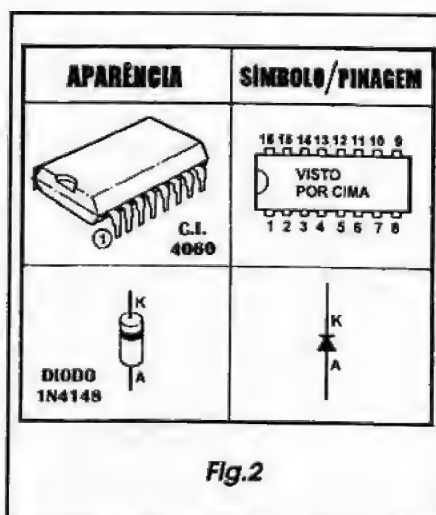
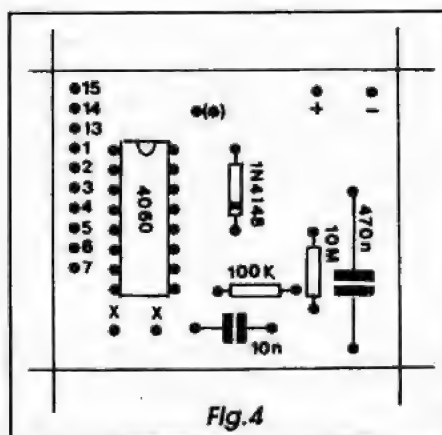

Fig. 2
Fig.4
- FIG. 2 - PRINCIPAIS COMPONENTES DA MONTAGEM - Como as *lições* (incluindo a PRÁTICA...) do AB-CDE constituem uma *ilha* especial dentro de APE, excepcionalmente mostramos aqui detalhes bem *mastigadinhos* sobre os componentes principais das montagens, principalmente no que diz respeito às suas aparências, pinagens, símbolos, identificações de polaridades das *pernas*, etc. Os dois únicos componentes polarizados da montagem são o Integrado 4060 e o diodo 1N4148, ambos mostrados com os referidos detalhes, na figura...
- FIG. 4 - CHAPEADO DA MONTAGEM - sobre o lado não cobreado da placa (mostrado no diagrama, em escala 1:1...) ficam praticamente todos os componentes do circuito (menos a alimentação, o interruptor e o transdutor...), conforme arranjo claramente estilizado na figura... Observar, principalmente, a orientação do integrado e do diodo, componentes *polarizados* (rever, se preciso, a FIG. 2). Já quanto aos resistores e capacitores comuns (não polarizados), o único requisito é que tenham seus valores corretamente *lidos* antes da sua colocação na placa, de modo que não ocorram trocas de lugar... Quanto a tais procedimentos, o leitor/aluno que ainda tiver dúvidas pode recorrer ao TABELÃO APE... Terminadas as soldagens, uma boa verificação deve ser feita, sempre comparando a montagem real com os gabaritos mostrados nas figuras da presente *lição*... Cortam-se, finalmente, as sobras dos terminais dos componentes, pelo lado cobreado da placa, antes porém verificando as condições dos pontos de solda, e corrigindo eventuais deficiências encontradas nos ditos cujos...